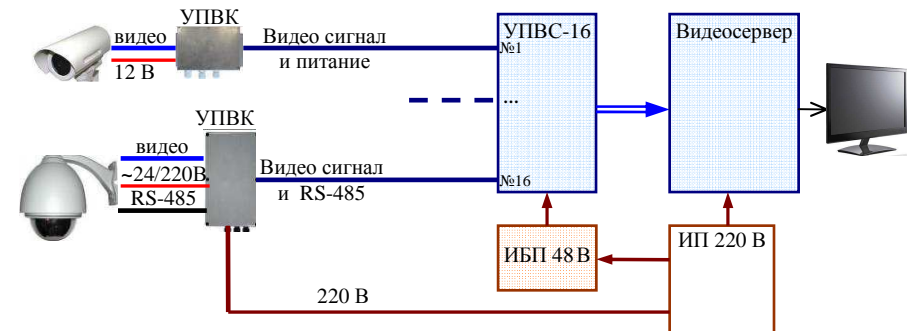

Рисунок 1.1. Схема применения УПВС-16
1.1 Устройство приёма видеосигналов УПВС-16 (исп. ИП/ПВС8-2/У) ФИДШ.468369.002ТУ (далее – УПВС) предназначено для применения в системах видеонаблюдения в качестве составной части пультового оборудования (рис.1.1) и обеспечивает: